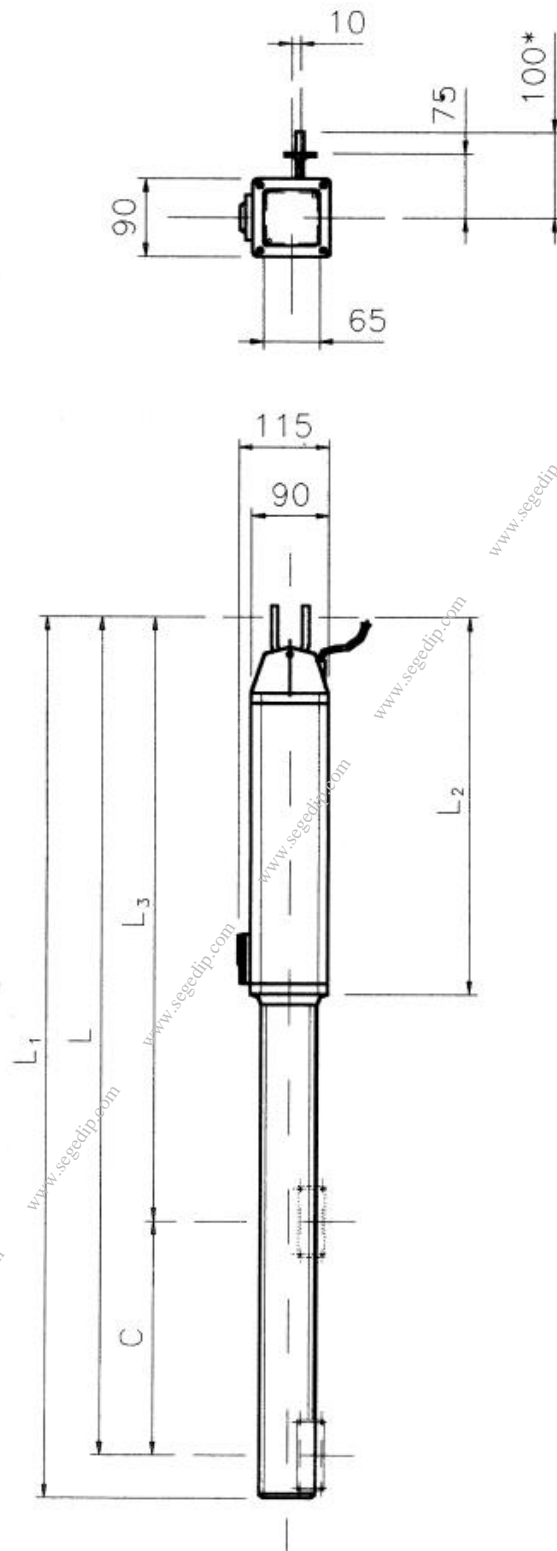

Fig. 3 - LIBRA HT
- poussées et tirage: voir diag. Figure 3